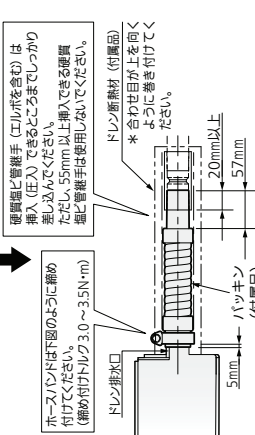

図 14
- ホースバンドはドレンホースの端から5mmはなしたところに、しっかりと締め付けてください。(図14)
- ドレン排水確認後、パッキン (付属品) をドレン排水確認部の付け根よりドレンホースを被うように隙間なく巻いてください。パッキンの合わせ目が上を向くようにしてください。その上にドレン断熱材 (付属品) を合わせ目が上を向くように巻き付けてください。(10 ページ 図 14)
9. 電気配線工事② 「安全上のご注意」の内容をご確認ください